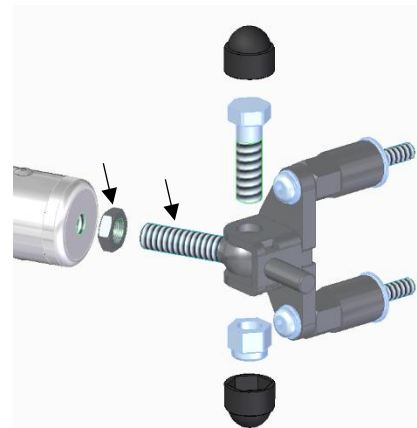

Abbildung 5
Nun werden auf der Beifahrerseite zwei Augenschrauben (17) und flache Sechskantmutter M12 (23) auf den Fahrradträger (1) gedreht. Diese Muttern werden später zum Kontern und Sichern der Augenschrauben benötigt (Mindest-Einschraubtiefe der Augenschraube in den Fahrradträger = 20mm). Dann kann der Fahrradträger mit Hilfe der montierten Augenschrauben, Sechskantschrauben M12x40 (18) und Sechskantmutter M12 (22) an die, ans Fahrzeug montierte, Halterungen befestigt werden (Abb. 5).